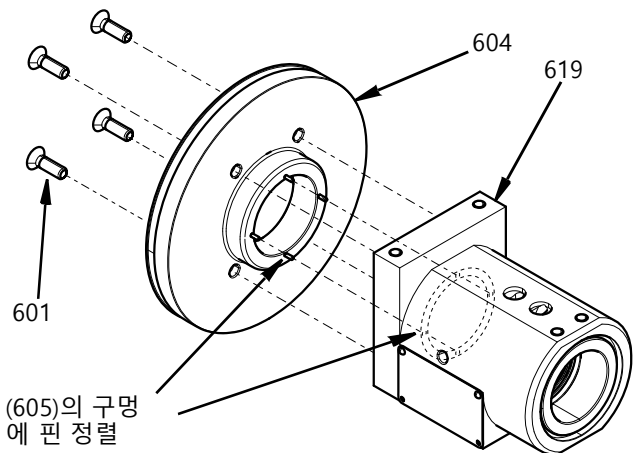

FIG. 23
3. M5 나사(601) 4개를 사용하여 베어링 하우징(604)을 스위블 하우징(619)에 연결합니다. 29.2 in-lbs (3.3 N•m)의 토크로 조입니다. 베어링 하우징에 있는 핀 4개가 정렬되고 에어 링 분배기 어댑터(605)의 구멍 4개에 맞물리게 됩니다. FIG. 23를 참조하십시오.